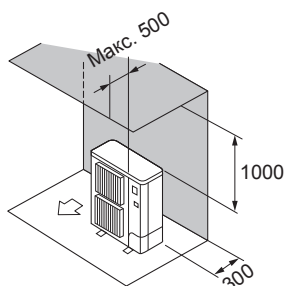

Fig. 2-3
- ② Кедергілер тек артқы және одан жоғарыда (Fig. 2-3)